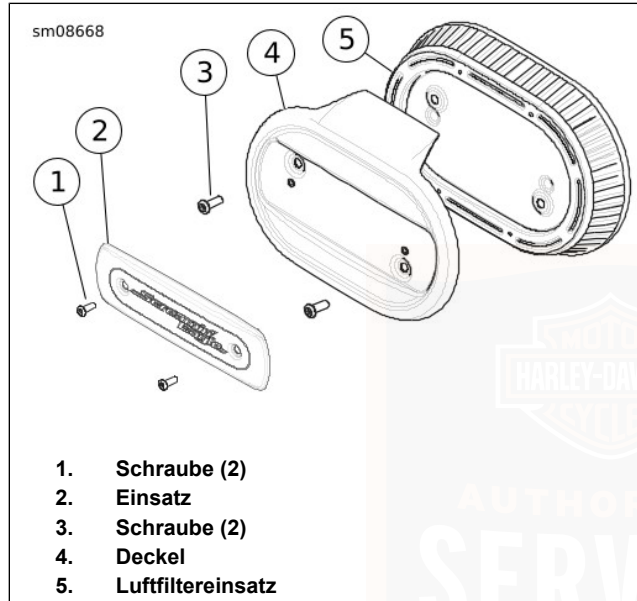

Abbildung 55. Luftfiltereinsatz
Siehe Abbildung 55. Unter feuchten Bedingungen oder bei Regenwetter kann Wasser in den Motor eindringen, da der Filtereinsatz freiliegt. Wenn das Motorrad geparkt ist, kann eindringendes Wasser zu Motorkorrosion oder -schäden führen. Während der Fahrt kann Wasser Fehlzündungen des Motors verursachen.
1. Siehe Abbildung 55. Zwei Schrauben (1) entfernen. Zierring (2) entfernen.
2. Die Schrauben (3) entfernen.
3. Luftfilterabdeckung (4) und Luftfiltereinsatz (5) ausbauen.
1. Siehe Abbildung 55. LOCTITE 243 MEDIUM STRENGTH THREADLOCKER AND SEALANT (blau) auf die Schrauben (3) auftragen.
2. Luftfiltereinsatz (5) und Abdeckung (4) mit den Schrauben (3) einbauen.